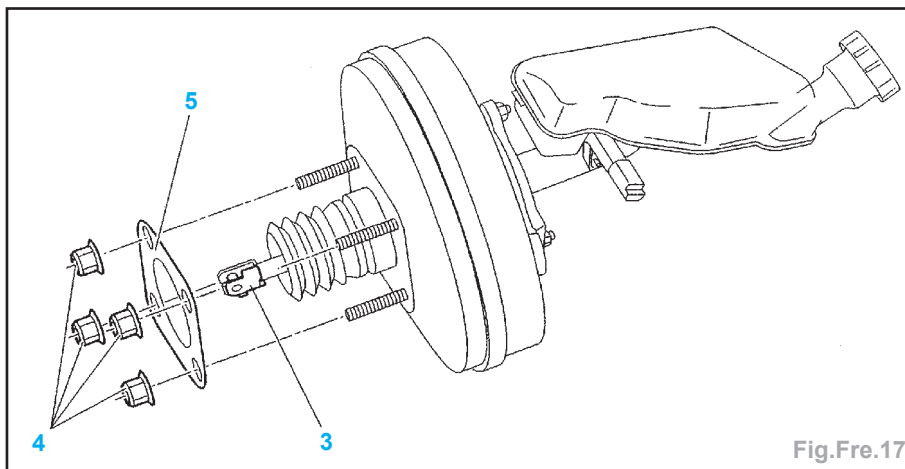

Fig.Fre.17
- Coller un joint neuf (5) sur l'amplificateur de freinage (Fig.Fre.17).
- les écrous (4).
- Serrer les écrous (4) à $2,2 \pm 0,3$ daN.m.
- Agraffer l'axe (3).
- le tube de dépression (2),